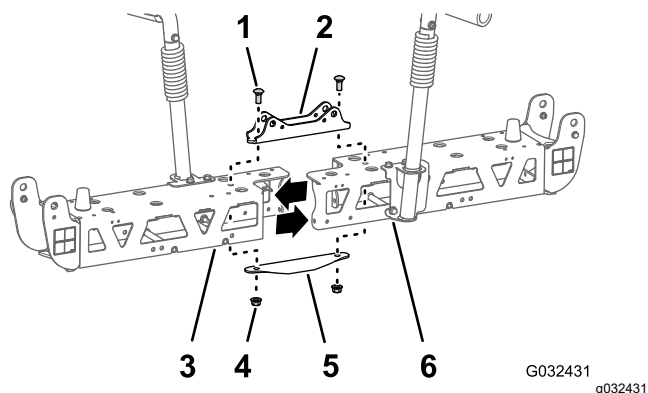

Figura 54
- Retire los 2 pernos con arandela prensada (½" x 1¼") y las 2 contratuercas (½") que sujetan el soporte de los cilindros estrecho, los tramos de celosía izquierdo y derecho y la pletina de unión estrecha (Figura 54).